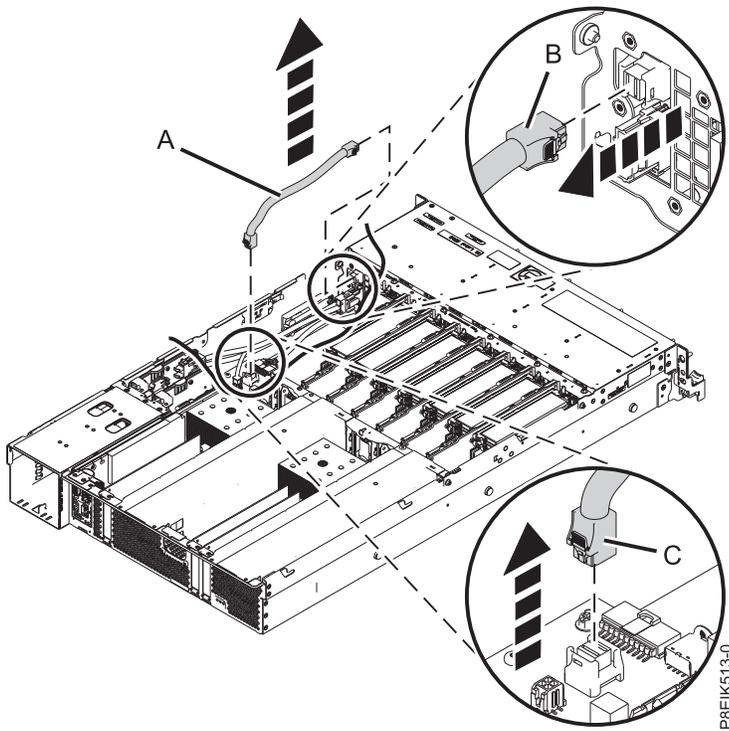

図 55. ディスクおよびファン信号ケーブルの取り外し
4. ディスクおよびファン信号ケーブル (A) にラベルを付け、ディスク・ドライブおよびファン・カード (B)、およびシステム・バックプレーン (C) のそれぞれから切り離します。親指でコネクタのリリース・ラッチを押し、ケーブルを取り外します。48 ページの図 55を参照してください。